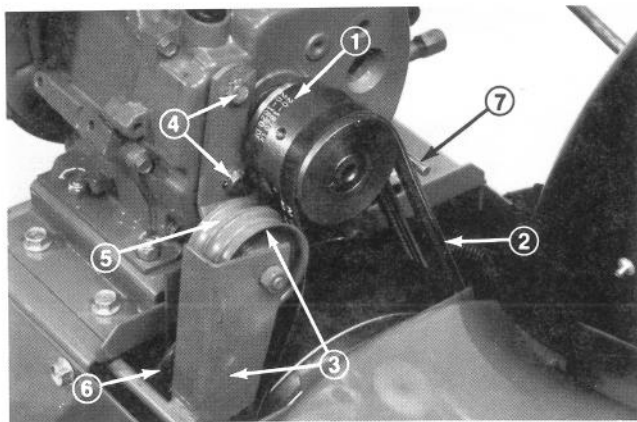

Figure 32
Quand la courroie de commande de traction (Fig. 32) est usée, étirée, saturée d'huile ou défectueuse de quelque manière, il faut la remplacer.
1. Débranchez le câble à haute tension (Fig. 32) de la bougie et assurez-vous qu'il ne puisse accidentellement toucher la bougie.
3. Mettez la commande de tarière en position DÉBRAYÉE (Disengage) et la commande des roues au POINT MORT (N). Enlevez ensuite la courroie de commande de tarière de la poulie du moteur et de la grande poulie de la tarière et du ventilateur (Fig. 32).
4. Desserrez les deux vis à tête (Fig. 32) fixant le bras de renvoi de traction à l'avant du moteur. Enlevez ensuite la courroie de commande de traction de la poulie du moteur et de la grande poulie de traction (Fig. 32).
5. Passez la courroie neuve sur la grande poulie de traction (Fig. 32). Passez ensuite la courroie sur la poulie du moteur en vous assurant que la courroie soit à l'intérieur de la poulie de renvoi et du guide de courroie en fil métallique (Fig. 32).
6. Passez la courroie neuve autour de la grande poulie de commande de tarière et de ventilateur (Fig. 32). Passez ensuite la courroie sur la poulie du moteur en vous assurant que la courroie soit à l'intérieur de la poulie de renvoi et de ventilateur et du dispositif de retenue de courroie en fil métallique (Fig. 32). Glissez l'ensemble de bras et poulie de renvoi contre la courroie pour éliminer le jeu de la courroie et serrez les vis à tête.
Quand la courroie de commande de tarière et de ventilateur (Fig. 32) est usée, étirée, saturée, d'huile ou défectueuse de quelque manière, il faut la remplacer.
(Fig. 32). Passez ensuite la courroie sur la poulie du moteur en vous assurant qu'elle soit à l'intérieur de la poulie de renvoi de tarière et de ventilateur et du dispositif de retenue de courroie en fil métallique (Fig. 32).